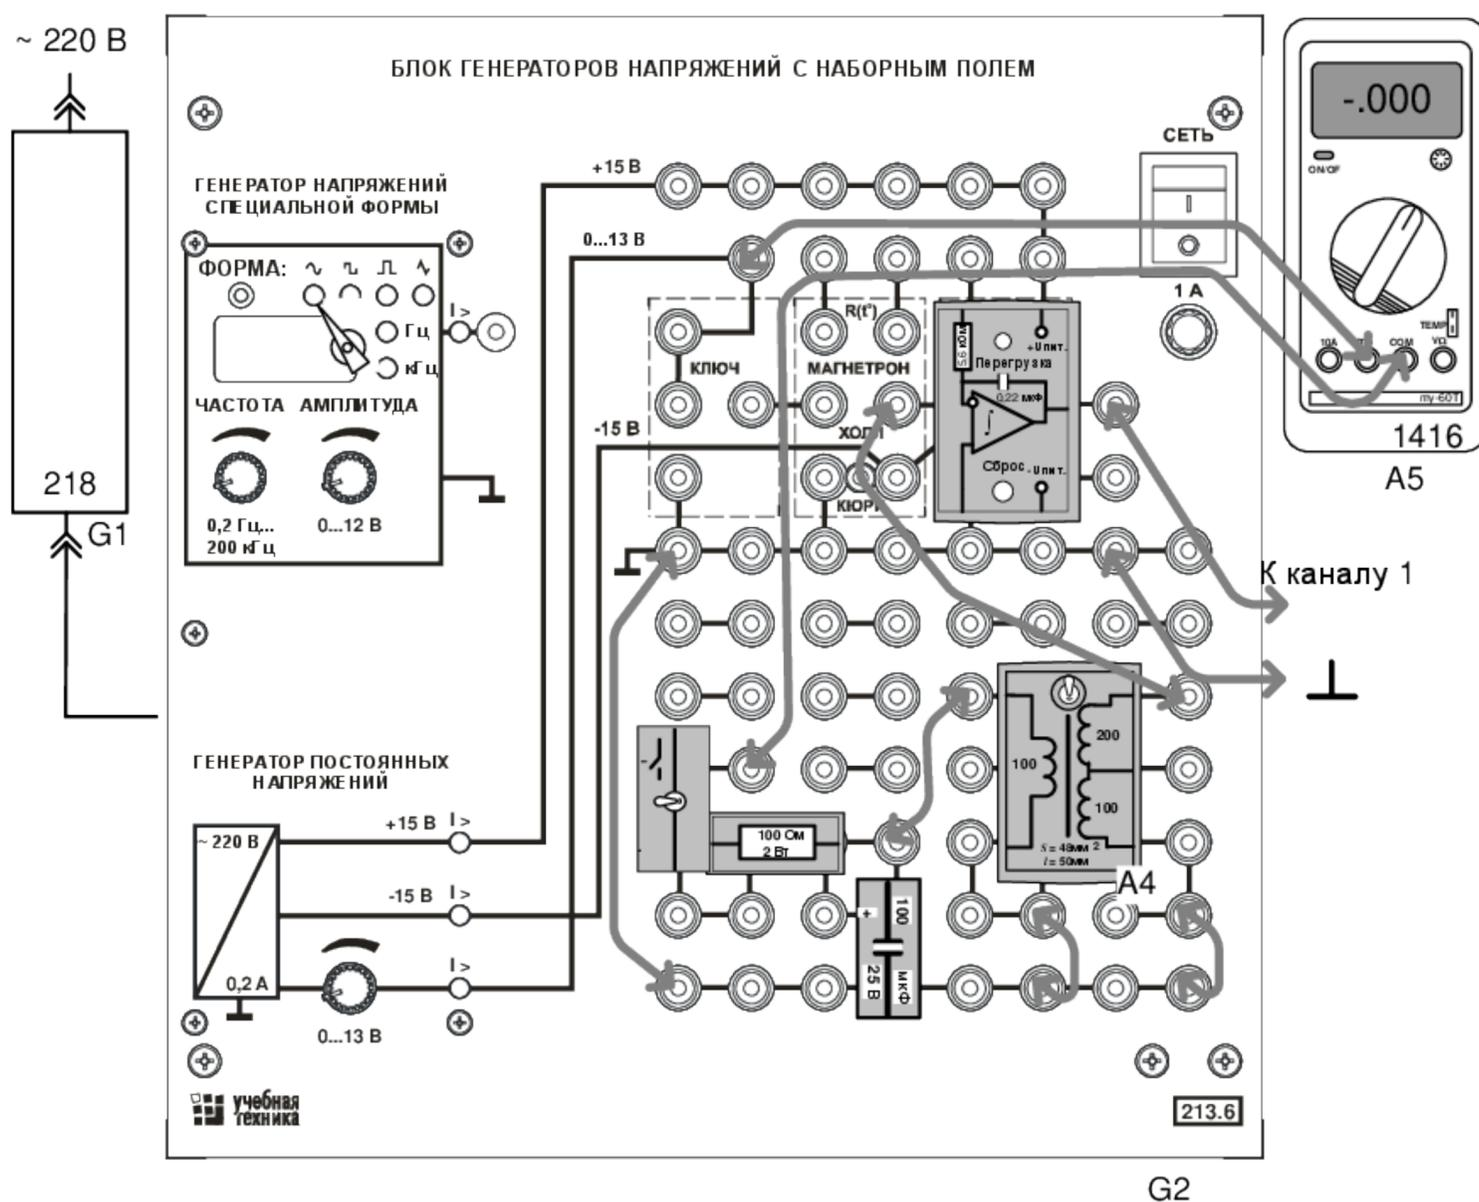

Рисунок 7.2 – Монтажная схема для снятия начальной кривой намагничивания
Цепь собирается на наборном поле блока генераторов напряжений как показано на монтажной схеме (рис. 7.2). Причём, миниблок «Интегратор» устанавливается в наборную панель точно на отведённое для его место. Тогда к интегратору автоматически подводятся напряжения питания «+» и «-» 15 В.
- Соедините аппаратуру в соответствии со схемой электрической соединений (рис. 7.2). *При подключении осциллографа аттенюаторы пробника-делителя установите в положение '1. Для подключения пробника-делителя к цепи используйте подпружиненные штыри из комплекта аксессуаров.*
- Включите устройство защитного отключения и автоматический выключатель в однофазном источнике питания G1 (218).